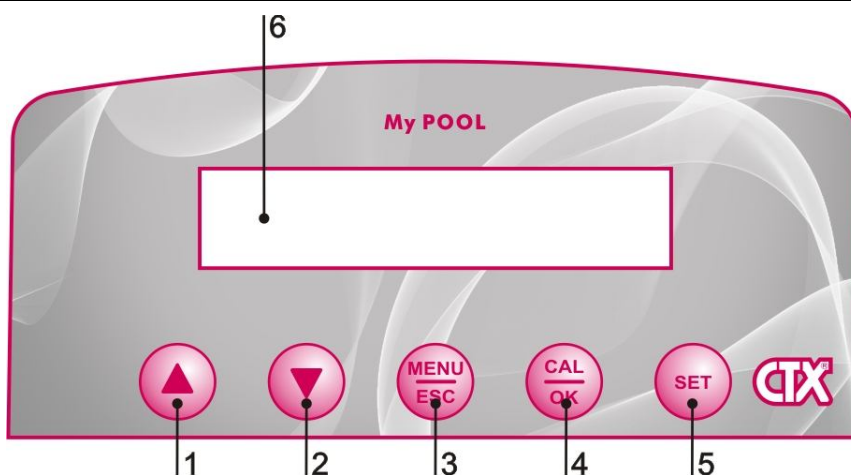

Fig. 4 - Commandes
- S'assurer qu'elle est débranchée du réseau électrique (les deux polarités) en retirant les conducteurs des points de contact du réseau en séparant les deux fils d'une distance minimum de 3 mm (fig. 4).
Appuyez sur la flèche en même temps le haut (1) et flèche vers le bas (2), (Fig.4)
Avec la pompe en stand-by en même temps appuyez sur MENU/ESC (3) et CAL/OK (4) (fig.4)
- **Connecteurs 1-2 (PMP)** = Raccordement de la pompe de recirculation. Entrée à 230V (fig.4)